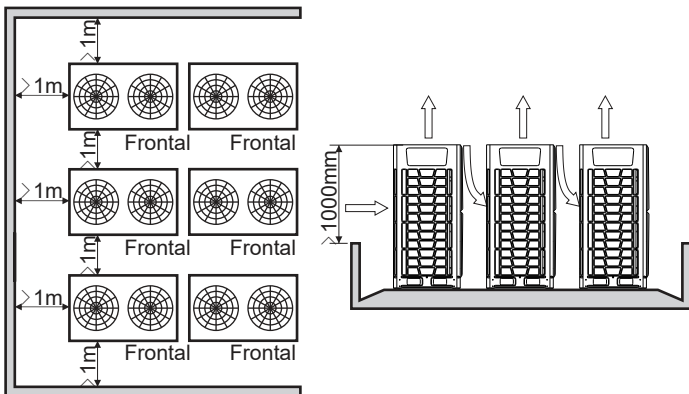

Fig. 3.13 Plus de 2 rangées
- 5) Lorsque les unités extérieures sont plus hautes que leur environnement et si elles doivent être disposées en 2 rangées, voir Fig.3.13.